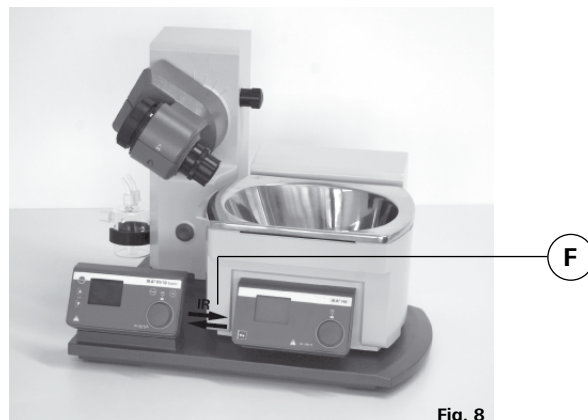

Fig. 8
- ☞ 将加热锅放于旋转蒸发仪的底座上并将其推至最左侧位置。(Fig. 8)